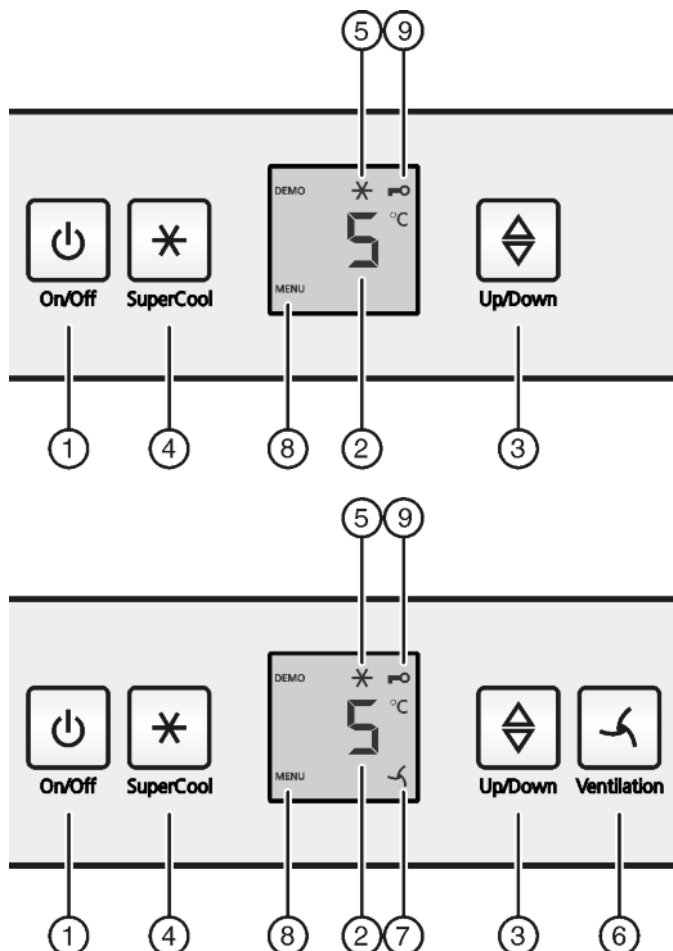

Fig. 2
- ▶ Нажать кнопку On/Off Fig. 2 (1).
- ▶ Нажмите кнопку «SuperCool» Fig. 2 (4) и удерживайте ее прим. 5 секунд.
- ▷ На индикаторе будет отображаться символ «Меню» Fig. 2 (8).
- ▶ Для подтверждения нажать и отпустить кнопку «SuperCool» Fig. 2 (4).
- ▷ На индикаторе горит символ «Защита от детей» Fig. 2 (9).
- ▶ Нажать и отпустить кнопку «On/Off» Fig. 2 (1).
- ▶ Активация модуля регулировки температуры: нажмите кнопку настройки Fig. 2 (3).
- ▶ Температуру меняйте ступенями по 1 °C: нажимайте кнопку настройки Fig. 2 (3) до тех пор, пока на индикаторе температуры не будет высвечена требуемая температура.
- ▶ Коротко нажмите кнопку SuperCool Fig. 2 (4).
- ▶ На индикации горит символ SuperCool Fig. 2 (5).
- ▶ Символ SuperCool Fig. 2 (5) на индикации гаснет.
- ▶ Коротко нажмите кнопку "Вентиляция" Fig. 2 (6).
- ▶ Символ Вентиляция Fig. 2 (7) горит.
- ▶ Символ Вентиляция Fig. 2 (7) не горит.